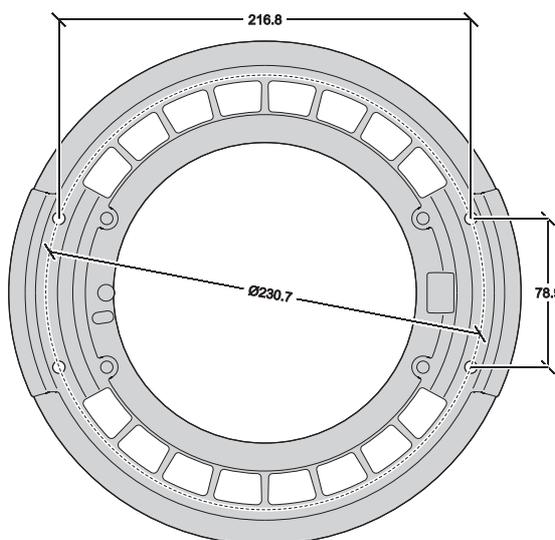

Figure 13: Dimensions pour les poignées
**Attention! Les vis utilisées pour fixer un accessoire à l'arrière de la tête ne peuvent être montées que dans les trous (repérés en Figure 13) ménagés dans le capot arrière de la tête. N'essayez pas de fixer un accessoire sur le capot arrière par une autre méthode. Les vis ne doivent pas dépasser de plus de 15 mm (0.6 inches) vers l'intérieur de la tête au risque d'endommager l'isolation intérieure et de créer un risque sérieux voire mortel d'électrisation pour l'opérateur.**
- Quatre trous (repérés en Figure 13) sont ménagés dans le capot arrière du MAC III Profile pour fixer des supports de poignées de poursuitage.
Les supports ne doivent pas gêner le mouvement de la tête en tilt et doivent respecter les cotes données en Figure 13.
Les dimensions sur la Figure 13 sont données en millimètres :